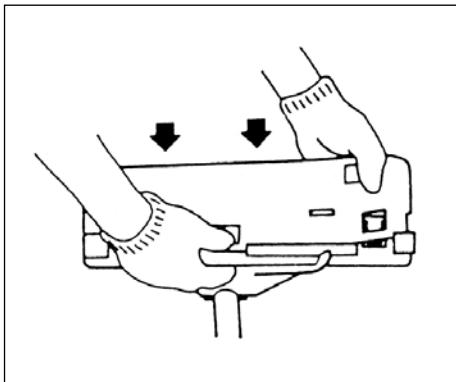

Fig. 1-9
Når du bruger et trimmerhoved (2) med en klingeafskærmning af todelstypen, skal du fastgøre afskærmmningsforlængeren til klingeafskærmningen (fig. 1-9).